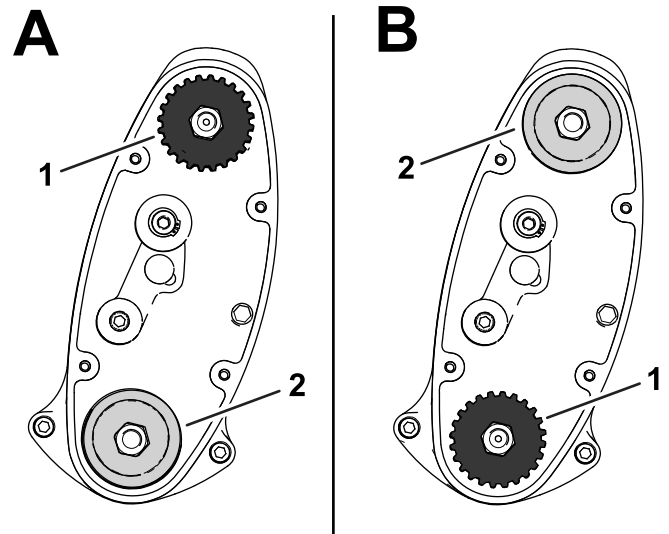

Bild 16
- **OBERE Stellung:** „A“ in **Bild 16**
- **UNTERE Stellung:** „B“ in **Bild 16**